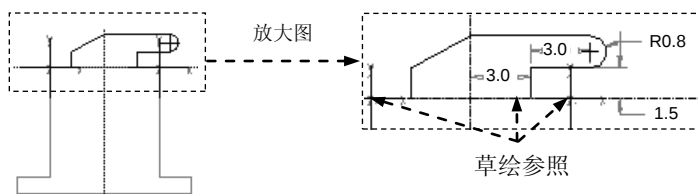

图 11.6.6 截面草图
Step3. 创建图 11.6.4 所示的附加平整钣金壁 1。选择下拉菜单 **插入(I)** → **钣金件壁(W)** → **平整(U)...** 命令, 选取图 11.6.5 所示的模型边线 (下边线) 为附着边。平整壁的形状类型为 **用户定义**, 在操控板的 图标后面的下拉列表中选择 **平整**, 单击 **形状** 按钮, 在系统弹出的选项卡中单击 **草绘...** 按钮, 接受系统默认的草绘参照, 方向为 **顶**; 绘制图 11.6.6 所示的截面草图。